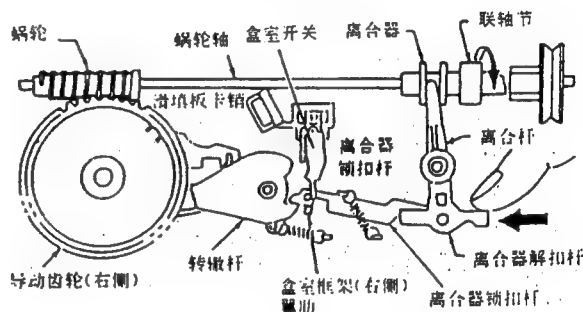

图1-16
1. 按图1-16中旋转箭头所示方向(顺时针)旋转联轴节，移动带盒滑填板，直至滑填板卡销移至滑填板凹槽底部为止(带盒填装状态)。
2. 滑填板移至图1-16所示位置后，用手指沿图中直线箭头所示方向按压离合器解扣杆，让离合器锁扣杆紧扣盒室框架(右侧)的翼肋。